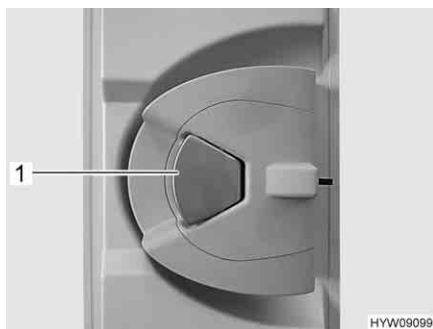

Fig. 28 Serratura della porta, lato interno
- Apertura:** ■ Tirare la maniglia della porta (Fig. 28,1).
- Bloccaggio:** ■ Premere la maniglia della porta (Fig. 28,1).